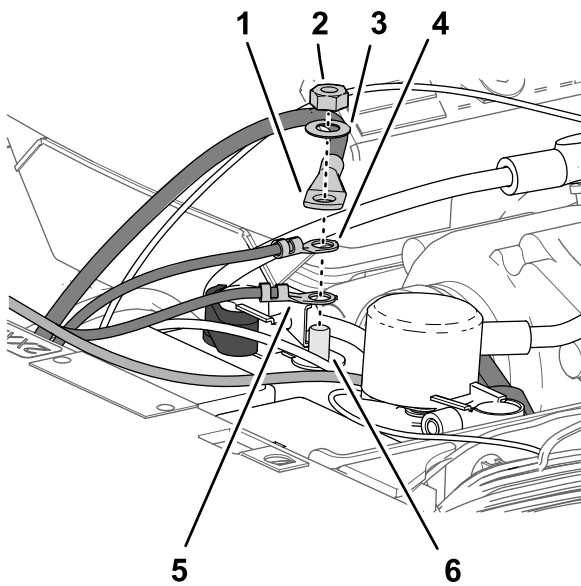

図 214
5. 以下のワイヤおよびケーブル端子を、バッテリーのマイナス端子のねじ山付きポストに、以下の順序で取り付ける図 214